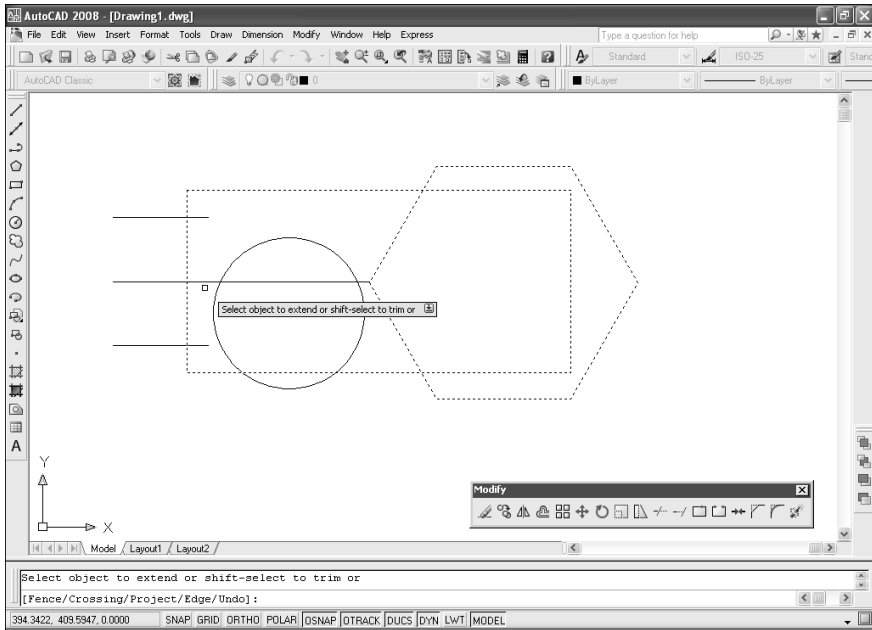

Рис. 4.11. Средняя линия удлинена до шестиугольника
4. Выберите объект для удлинения (рис. 4.11), после чего AutoCAD повторит предыдущее приглашение.